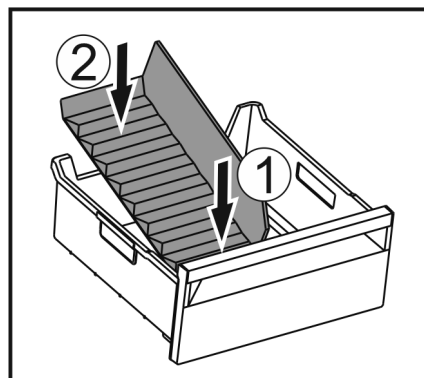

Fig. 170
- Włożyć przednią część separatora do szuflady na lód. Fig. 170 (1)
- Tylną część separatora do szuflady na lód opuścić na dno szuflady. Fig. 170 (2)